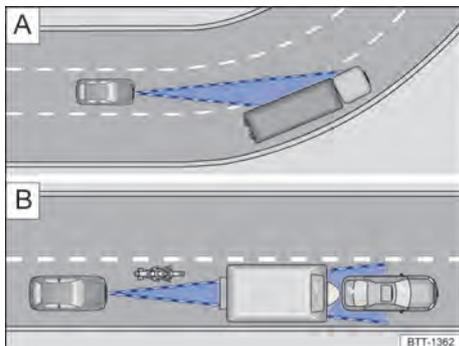

Fig. 140 [A] Condução em curvas. [B] Veículos à frente fora da área de alcance do sensor do radar.
O sensor do radar mede sempre em linha reta. Por isso, veículos em curvas estreitas podem ser detectados por engano ou veículos trafegando à frente podem não ser detectados → Fig. 140 [A]. ▶
- Veículos que trafegam fora da área de alcance do sensor a curta distância do veículo próprio, por exemplo, motocicletas → Fig. 140 [B].